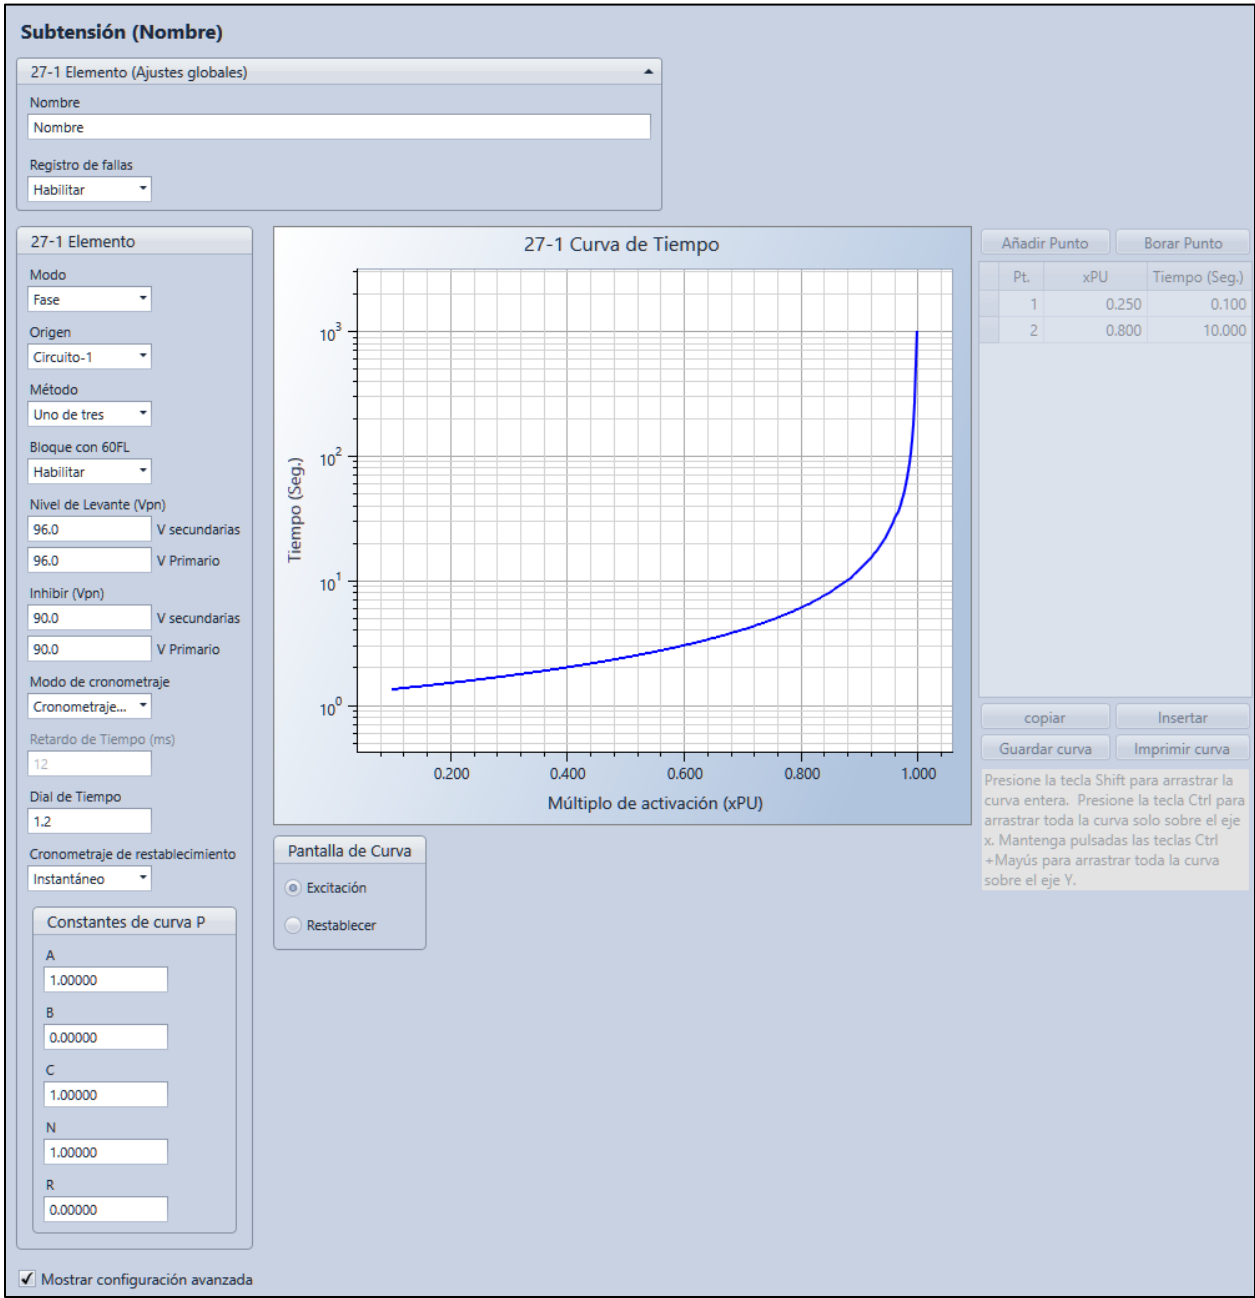

Figura 18-2. Pantalla de Ajustes de la subtensión
Los ajustes de funcionamiento del elemento de subtensión están configurados en la pantalla Ajustes de Subtensión (27) (Figura 18-2) en BESTCOMSP^{Plus}.